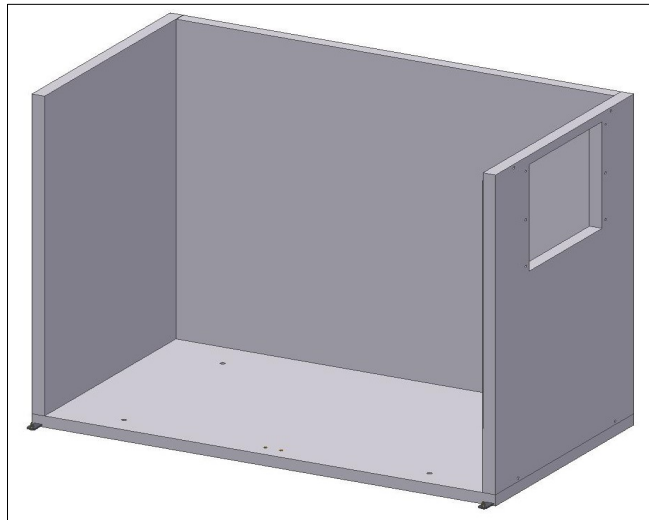

Fig. 5
- Bringen Sie die **rechte Seitenwand** auf der Bodenplatte in Position und befestigen Sie sie mit ihr (Abb.5);